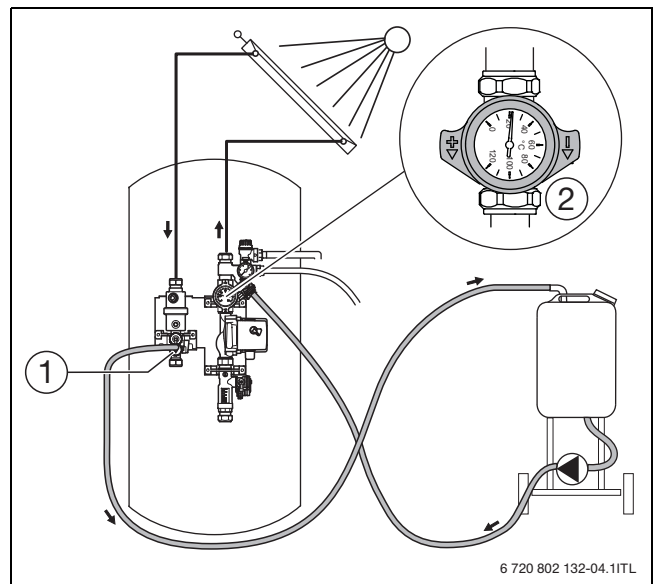

Bild 19 Befüllen oberhalb der Solarstation
- ▶ Befüllstation, wie in Bild 19 dargestellt, anschließen.